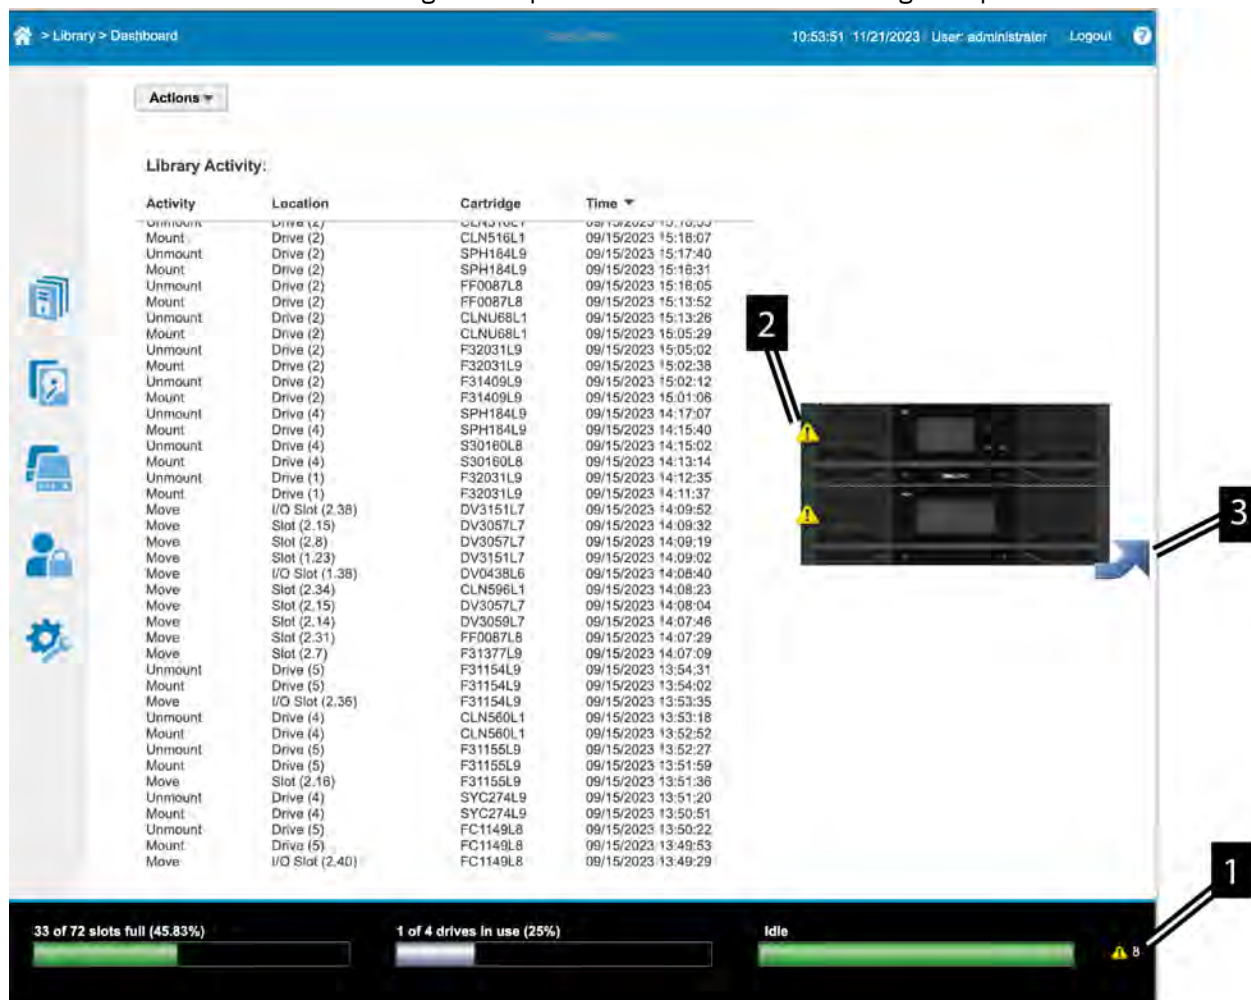

Figura 60. Schermata GUI
1. Il pod di stato inferiore destro nella GUI della libreria mostra lo stato di errore della libreria. Consultare **1** in Figura 60 a pagina 96
2. La visualizzazione grafica della libreria sulla metà destra del dashboard della libreria GUI visualizza un'icona di avvertenza o di errore su un componente che presenta un problema. **2** in Figura 60 a pagina 96
Se un modulo mostra un errore sulla parte anteriore, fare clic sulla freccia sul grafico della libreria. Consultare **3** in Figura 60 a pagina 96. Il grafico della libreria ruoterà e mostrerà i pannelli posteriori, in modo da poter determinare quale componente ha l'errore.